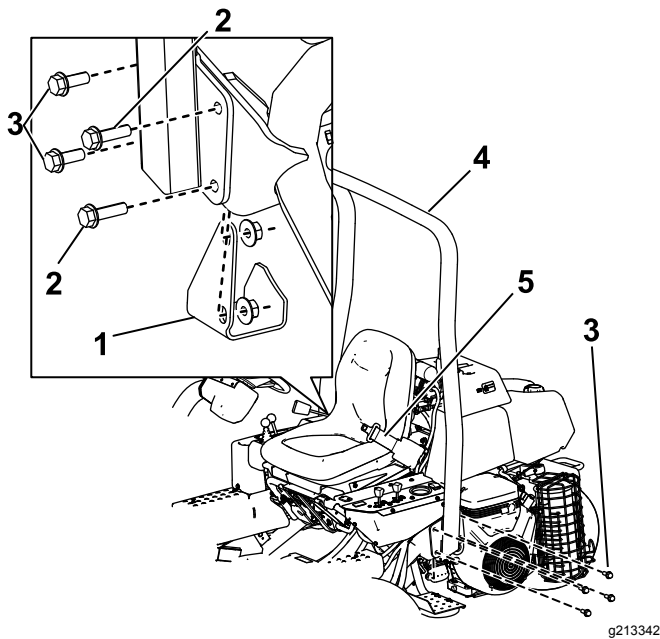

Figure 6
2. Abaissez l'arceau de sécurité (Figure 6) sur les supports de montage en alignant les trous de fixation.
3. Fixez le côté gauche de l'arceau de sécurité au support de montage avec 4 boulons (1/2" x 1 1/2") et contre-écrous (Figure 6).
(1/2" x 1 1/2"), 2 boulons (1/2" x 1 3/4"), 1 rondelle et des contre-écrous, comme montré à la Figure 6.